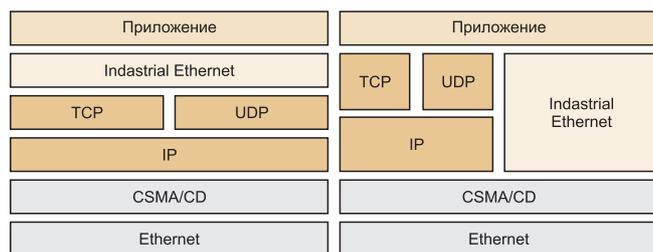

Рис. 2
В Ethernet, согласно стандарту IEEE 802.1-3, реализованы уровни 1 и 2 модели OSI. Поддержку третьего сетевого уровня обеспечивает накладываемый на Ethernet протокол IP (Internet Protocol), а транспортные протоколы TCP и UDP соответствуют уровню 4. Уровни 5-7 реализованы в прикладных протоколах FTP, Telnet, SMTP, SNMP и в рассматриваемых далее специфических протоколах для промышленной автоматизации (Industrial Ethernet). Надо отметить, что протоколы Industrial Ethernet в некоторых приложениях могут замещать или дополнять собой уровни 3 и 4, то есть протоколы IP и TCP/UDP (рис. 2).
**Уровни 5 – 7 (сеансовый, представительский, прикладной)** отвечают за конечную интерпретацию передаваемых пользовательских данных. В качестве примера из мира офисной автоматизации можно привести протоколы FTP и HTTP. Протоколы, относящиеся к категории Industrial Ethernet, так же используют эти уровни, но различными способами, что делает их несовместимыми. Так протоколы Modbus-TCP, EtherNet/IP, CIPsync, JetSync располагаются строго над уровнем 4 модели OSI, а протоколы Powerlink, Profinet, SERCOS расширяют и частично замещают еще и уровни 3 и 4 (рис. 2).